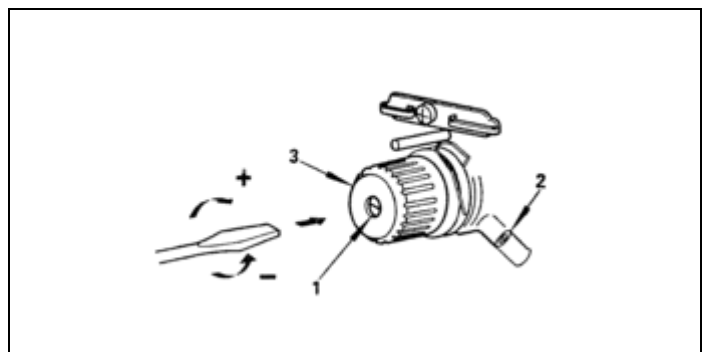

Fig. 20
16. REGULAGEM DA MOLLA DO TENSOR DE LINHA (Fig. 20)